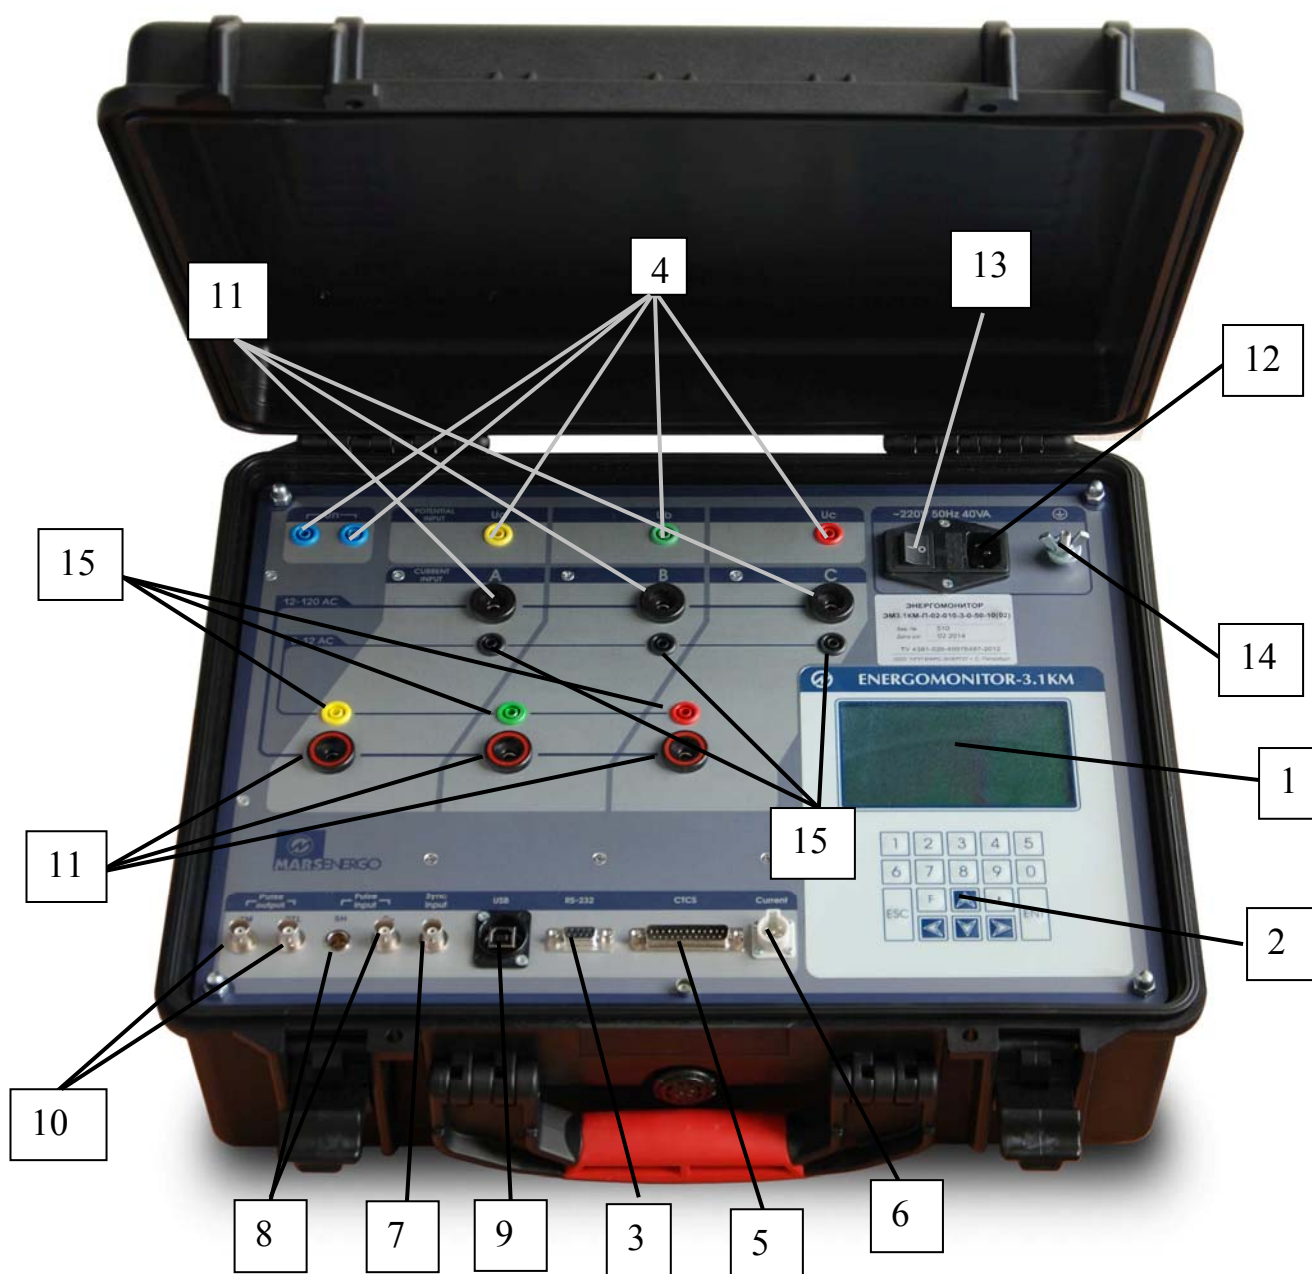

Рис. 3.5. Внешний вид прибора «Энергомонитор-3.1КМ-П»
3.3.2.3 У Приборов модификаций "Энергомонитор-3.1КМ П" все точки подключения к измерительным входам расположены на лицевой панели (рисунок 3.5).